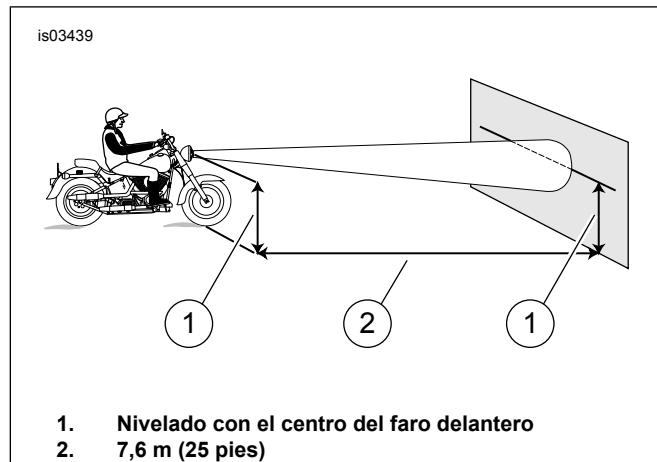

Figura 7. Ajuste del faro delantero
3. Vea la Figura 7. Coloque la motocicleta a 7,6 m (25 ft) de una pantalla o pared. Mida la distancia desde un punto directamente debajo del eje delantero a la base de la pared o pantalla.